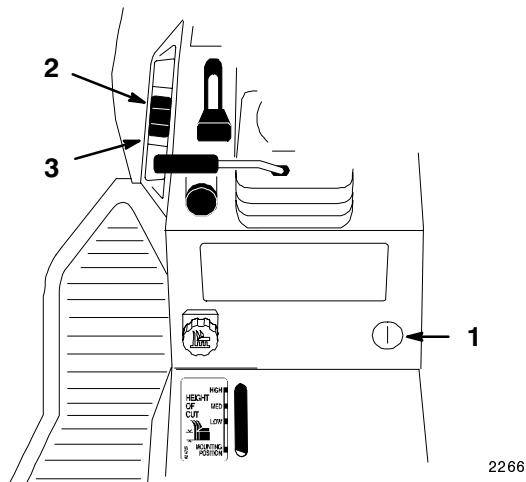

Bild 19
Mit dem Hub (Bild 19) für Anbaugeräte heben und senken Sie (an einigen Modellen) diverse Geräte, die an den Traktor angebaut werden können.
1. Drehen Sie den Zündschlüssel auf "EIN" oder "LAUF" (Bild 19).
2. Schieben Sie den Hubschalter "AUF", um den Gerätehub anzuheben (Bild 19). In dieser Stellung wird das Gerät in die(er) obere(n) oder gehobene(n) Stellung gehoben und gehalten.
2. Schieben Sie den Hubschalter "AB", um den Gerätehub abzusenken (Bild 19). Das senkt den Gerätehub ab.